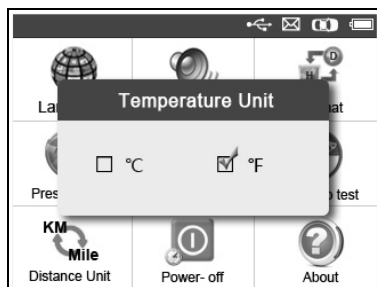

Abbildung 3.7
- 2) Wählen Sie im Bildschirm **Temperatureinheit** über die Scrolltaste **NACH LINKS/RECHTS** die gewünschte Temperatureinheit aus (Abbildung 3.7).